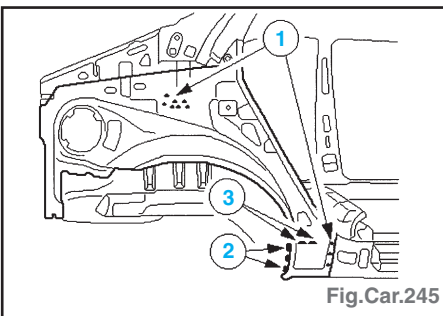

Fig.Car.245
- Souder par bouchonnage (1), en cordon discontinu sous gaz protecteur (2) et en cordon interrompu sous gaz inerte (soudage par l'intérieur (3) (Fig.Car.245).